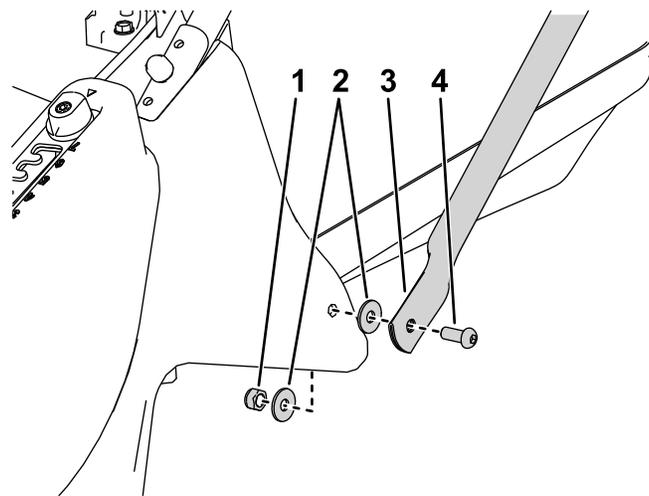

Рисунок 4
3. Прикрепите нижние части подпорок рукоятки к каждой стороне деки газонокосилки с помощью болта, плоских шайб на внутренней и наружной сторонах деки и контргайки (Рисунок 4).